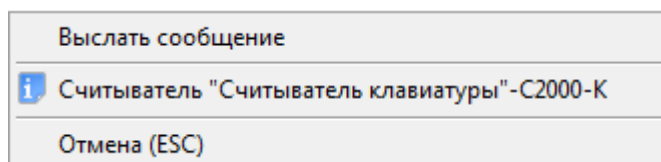

Рисунок 8-164 Контекстное меню для считывателя прибора "С2000-К"
- на пиктограмме считывателя прибора «С2000-К» и в контекстном меню выбрать пункт «Выслать сообщение» (см. Рисунок 8-164).